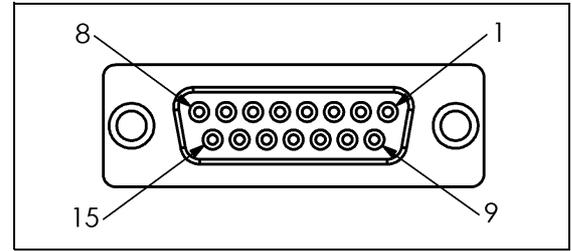

Abb. II.12 15-poliger Kantentaster-Anschluss (Buchse)
**Pinbelegung für elektronischen Kantentaster (Pinbelegung: Siehe Abb. II.12)**